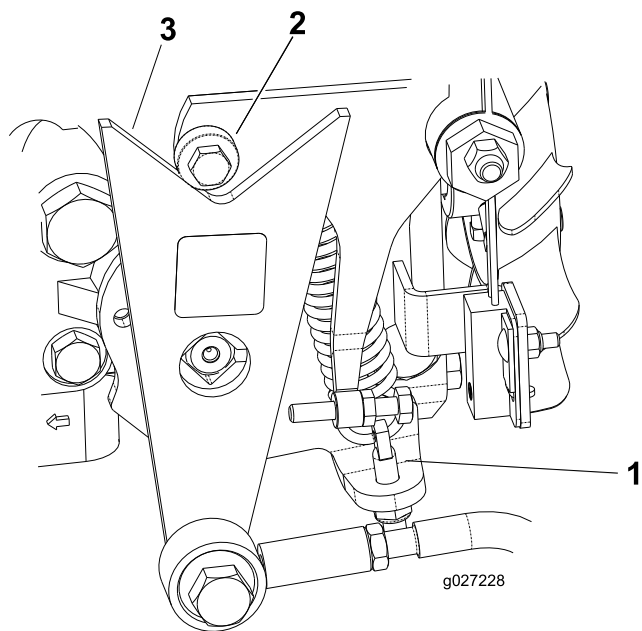

Figura 48
- Si las ruedas giran en la dirección correcta, apague el motor y ajuste la contratuerca del pasador de ajuste del muelle (Figura 48). Ajuste la posición de punto muerto de la tracción; consulte Ajuste del punto muerto de la transmisión de tracción (página 30).